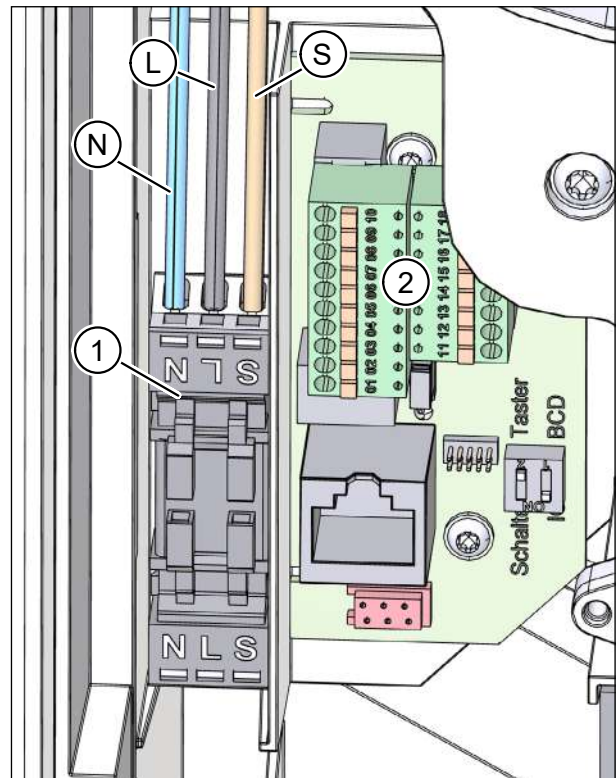

Abb. 47: Netzkabel und ggf. Steuerkabel anschließen
- ▶ Schließen Sie den Neutraleiter N (Pos. N in Abb. 47) und den Außenleiter L (Pos. L in Abb. 47) am Stecker (Pos. 1 in Abb. 47) im Lüftungsgerät an.
- ▶ Schließen Sie ggf. die Leitung für den Externen Steuereingang (Pos. S in Abb. 47) am Stecker an.
- ▶ Schließen Sie ggf. das Steuerkabel am Klemmenblock (Pos. 2 in Abb. 47) der Anschlussplatine an (nur bei bestimmten Lüftungsgeräten, siehe Tab. 4 in Abschnitt 10.9 auf Seite 29).